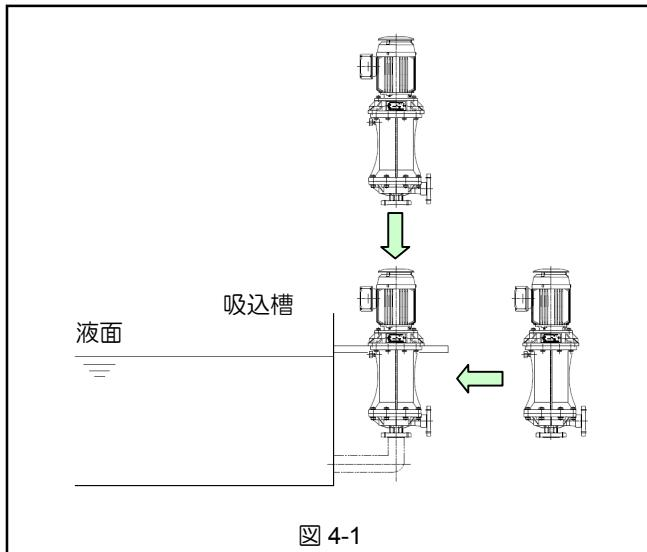

図 4-1
- (1) ポンプを取り付ける方法は、図 4-1 に示すように架台の上からと、横からの取付けができます。